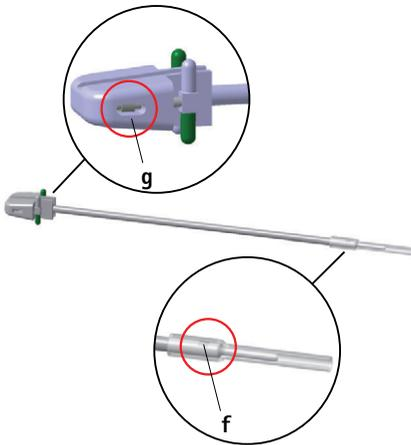

Abb. 4
- ▶ Sicherheitsstopp auf mittlere Position g einstellen, siehe Abb. 4.